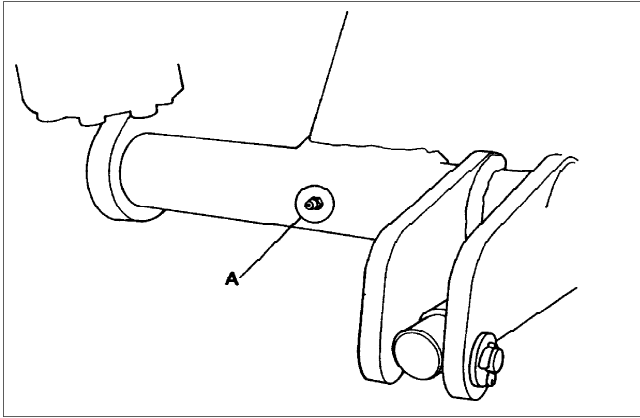

Fig.31
- a) Hubarmgelenke (Abb. 31 A)
- ((a) Perna del braccio di sollevamento (A Fig. 31).**